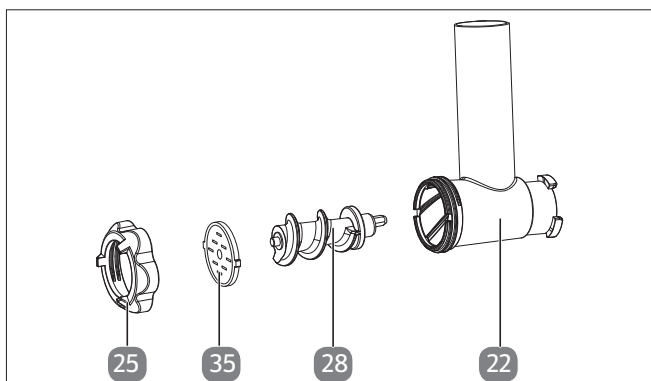

Fig. 23 – Accessori per pasta
1. Assemblare gli accessori come raffigurato (vedere Fig. 23).